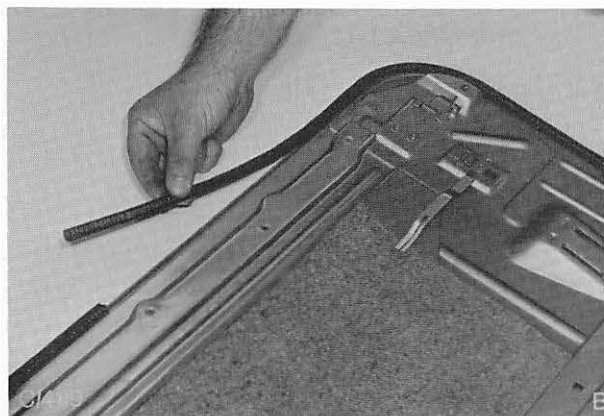

Abb. 8 Dichtungsgummi – Kurbeldach abziehen
6. Dichtungsgummi – Kurbeldachdeckel abziehen. Abb. 8.